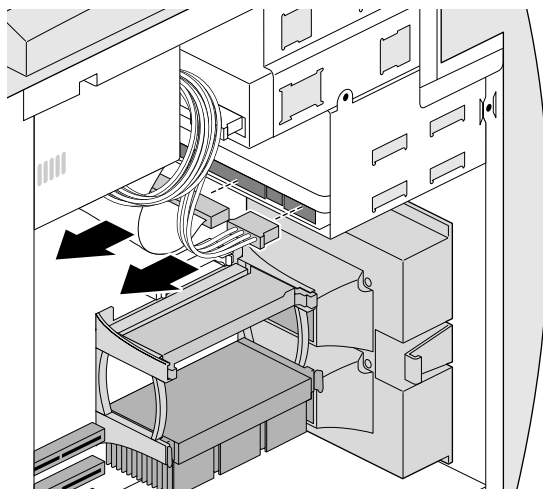

图 4-15 断开内部硬盘驱动器上的电缆
4. 断开与驱动器（如果安装了的话，也可能是两个驱动器）后部连接的电缆。具体如图 4-15 所示。